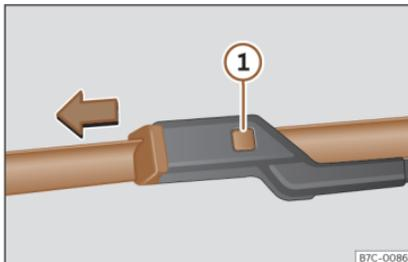

Fig. 45 Cambio de las escobillas del limpiaparabrisas.
- Mantenga presionada la tecla de desbloqueo » fig. 45 1 tirando ligeramente de la escobilla en el sentido de la flecha.